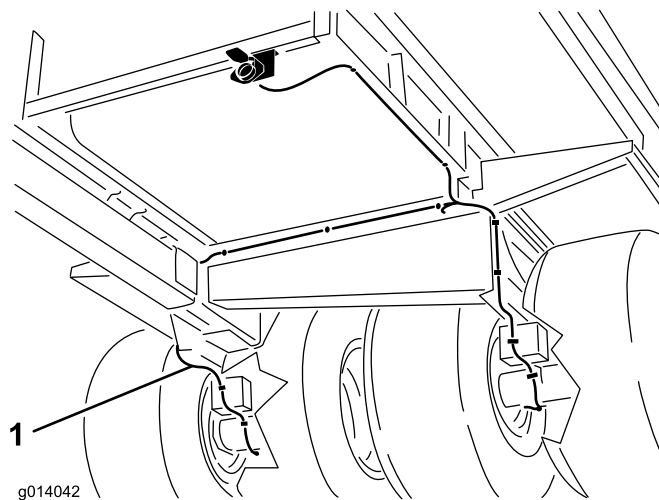

図 7
35. ハーネスについているクリップをフレームの取り付け穴に差し込んで、ハーネスを固定する（図 7）。
注 機体にハーネス・クリップ用の穴がない場合には、クリップの付いている位置に、直径 9 mm の穴をドリルで 7 個開ける（図 7）。